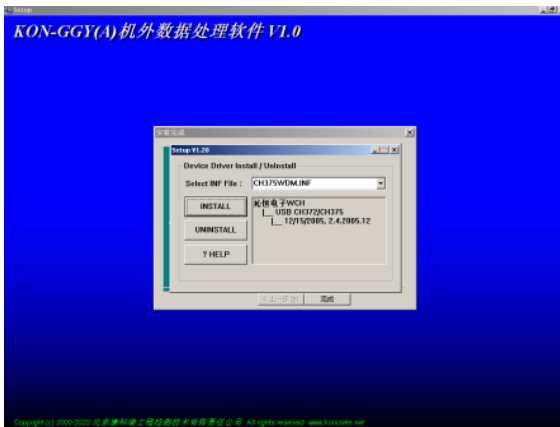
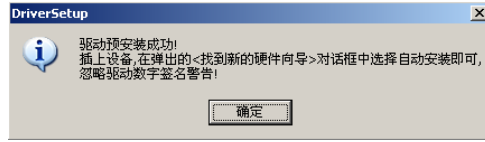

图 5-4
图 5-5
- 3、序安装过程中将显示类似图 5-4 的界面，点击 **INSTALL** 安装 USB 驱动，USB 驱动安装成功提示如图 5-5，在通过 USB 线连接 KON-GGY(A) 混凝土管钢筋位置测定仪与 PC 机时按照提示操作，点击 **确定**，并关闭“SetupV1.20”对话框。